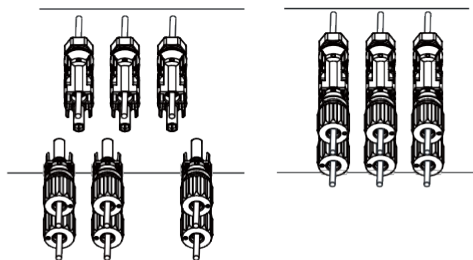

Imagen 5.6 Conexión de entrada de CC
- d) Por último, inserte los conectores fotovoltaicos en las entradas fotovoltaicas positiva y negativa del inversor, tal y como se muestra en la imagen 5.6.